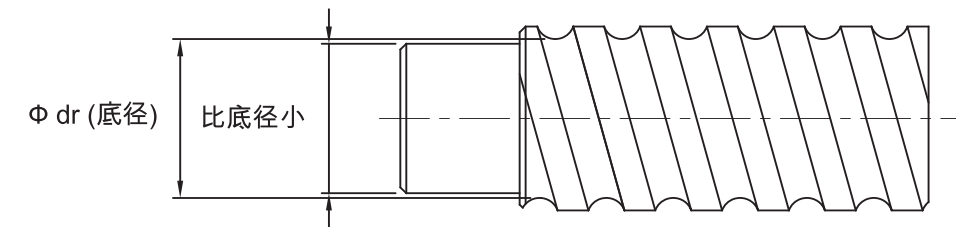

图1.5.4 出牙—内循环轴端必要条件
1. 若您选用内循环或端盖式循环的滚珠螺杆，则其螺杆的端螺纹必须出牙且肩部最大尺寸必须小於底径，若要求肩部尺寸大於根径亦可，但需有螺纹线留於肩部上便於螺帽装入。如下图1.5.4所示。